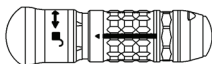

Abb. 1
- Die Kanülierungen des Zubehörs in die Reinigungslösung eintauchen und mit einer Bürste vorsichtig reinigen. Die ACB-Bürste wird für alle Zubehörteile mit Ausnahme der MA-D20-G1-Lagerhülsen und der Lagerhülsen für Zubehör für minimalinvasive Eingriffe verwendet. Die SDCB-Bürste wird für MA-D20-G1-Lagerhülsen und die Lagerhülsen für Zubehör für minimalinvasive Eingriffe verwendet. Wenn ein Zubehörteil über eine Enriegelungsmanschette (Abbildung 1) verfügt, wird diese Manschette bewegt und der freigelegte Bereich mit einer Bürste gereinigt.
- Alle beweglichen Teile, z. B. Entriegelungsmanschette (Abbildung 1), drehen und wenden.